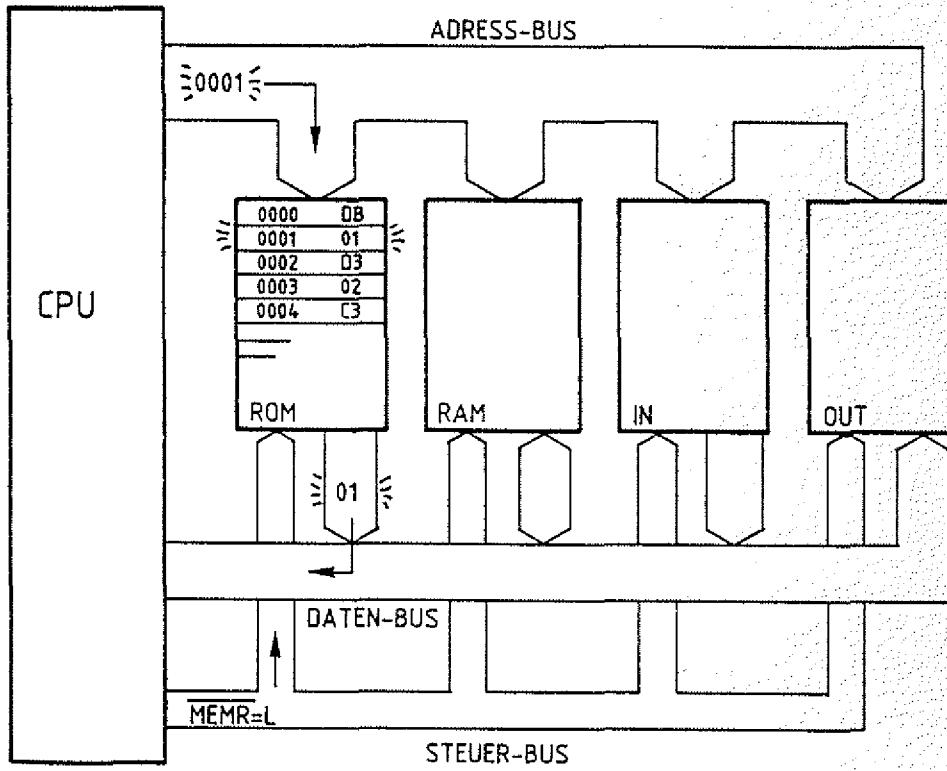

Bild 4: Lesen der Port-Adresse 01 aus dem Speicher
- Zum Lesen des Inhalts der nächsten Speicherzeile erhöht der Prozessor den Befehlszählerstand um Eins, transportiert ihn zum Adreßregister und aktiviert das Steuersignal MEMR. Der Speicher über gibt daraufhin den Inhalt der Speicherzeile 0001 an den Akkumulator. Jetzt hat der Prozessor alle Informationen für die Ausführung des 1. Befehls (Bild 4).